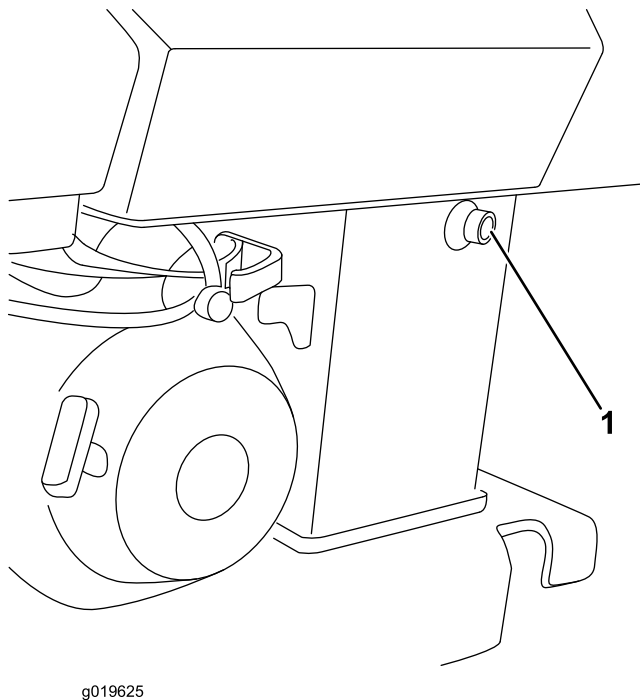

Figure 7
4. Trouvez le viseur de niveau (Figure 7) sur le côté du réservoir d'huile hydraulique.